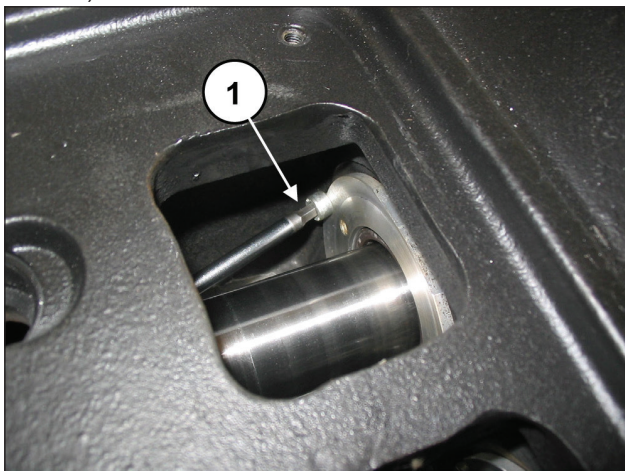

Рис. 127
Открутите два крепежных винта крышки сальника (поз. ①, Рис. 127).